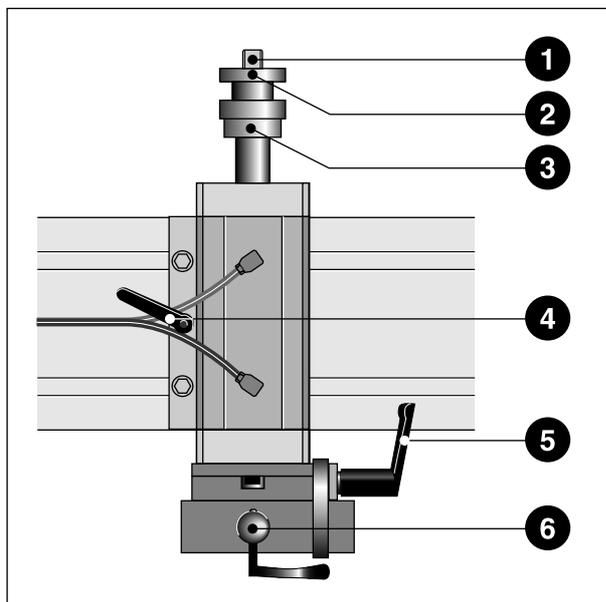
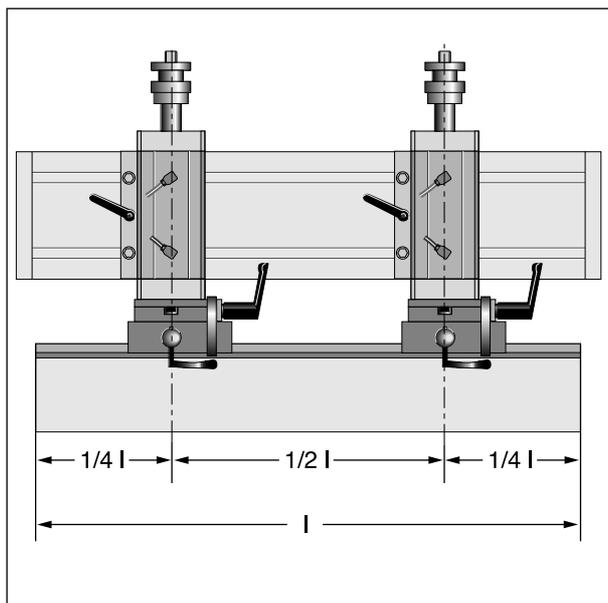

Bild 5-8. Vorrakelzylinder
Bild 5-9. Einsetzen der Rakel
- \* Lösen Sie die Klemmhebel (4, Bild 5-8) und verschieben Sie die Rakelzylinder wie in Bild 5-9 dargestellt.